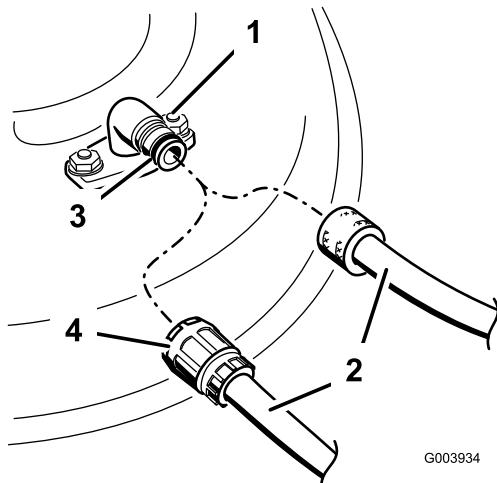

Figura 73
3. Coloque a união da mangueira na extremidade de limpeza do cortador e ligue a água em elevado (Figura 73).